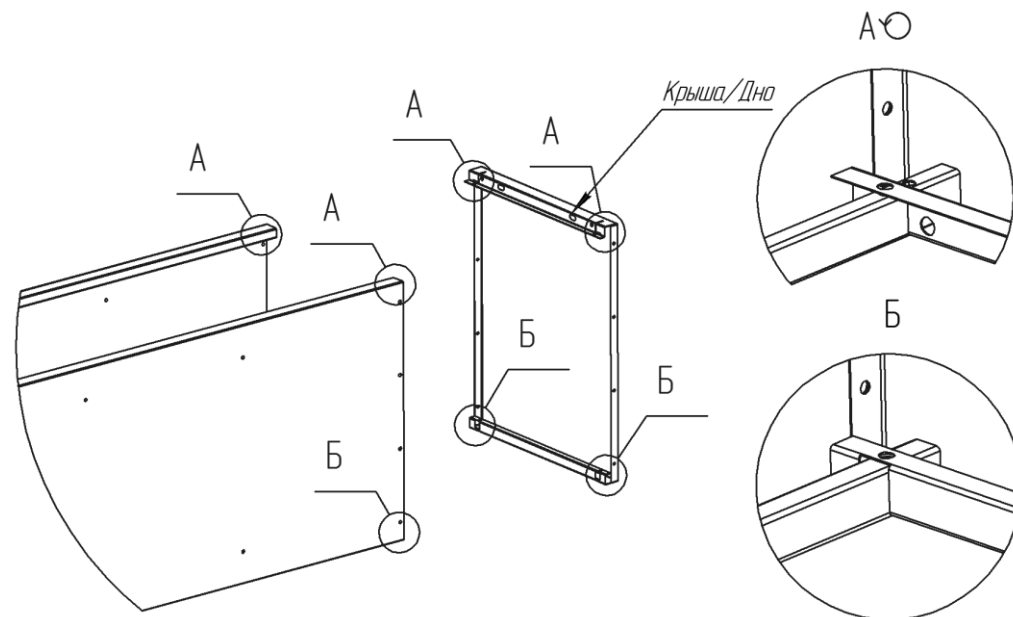

Рис.2
7.2. Установить крышу и дно. Приклепать к задней и боковым стенкам (Рис.2).